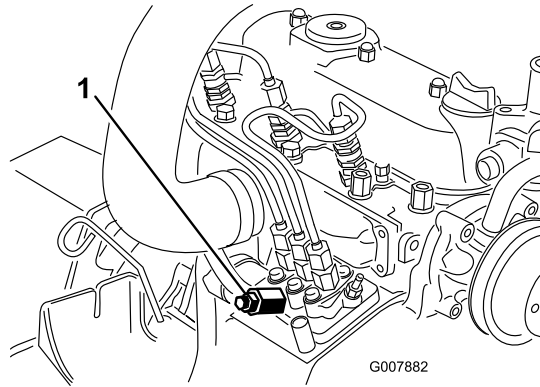

Bild 45
- Legen Sie einen Lappen unter die Entlüftungsschraube an der Kraftstoffeinspritzpumpe und öffnen Sie sie (Bild 45).